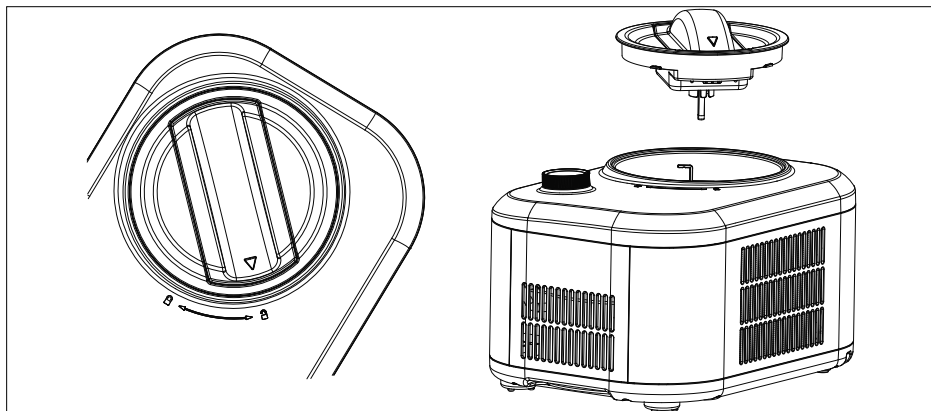

Fig. 9
- ▶ Desenrosque la tapa girando en dirección  (véase fig. 9).